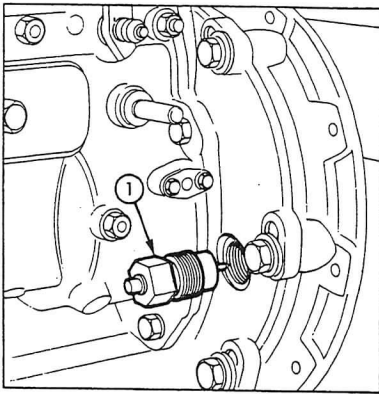

Fig. 30 Tändinställningsöppningens läge, märken och specialverktyg
2. Tag bort inspektionspluggen intill insprutningspumpen och vrid runt motorn tills två halvcirkelrunda gropar som kan ses genom öppningen är ungefär på linje (fig. 30).
3. För in specialverktyget (fig. 30).